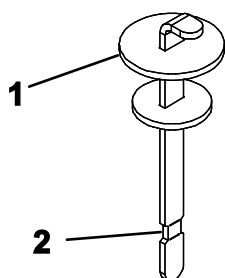

図 62
4. 補給口の首からディップスティックを抜き、ウェスできれいに拭う。もう一度首に差し込んで引き抜き、オイルの量を点検する。ディップスティックのマークまであれば適正である 図 62。